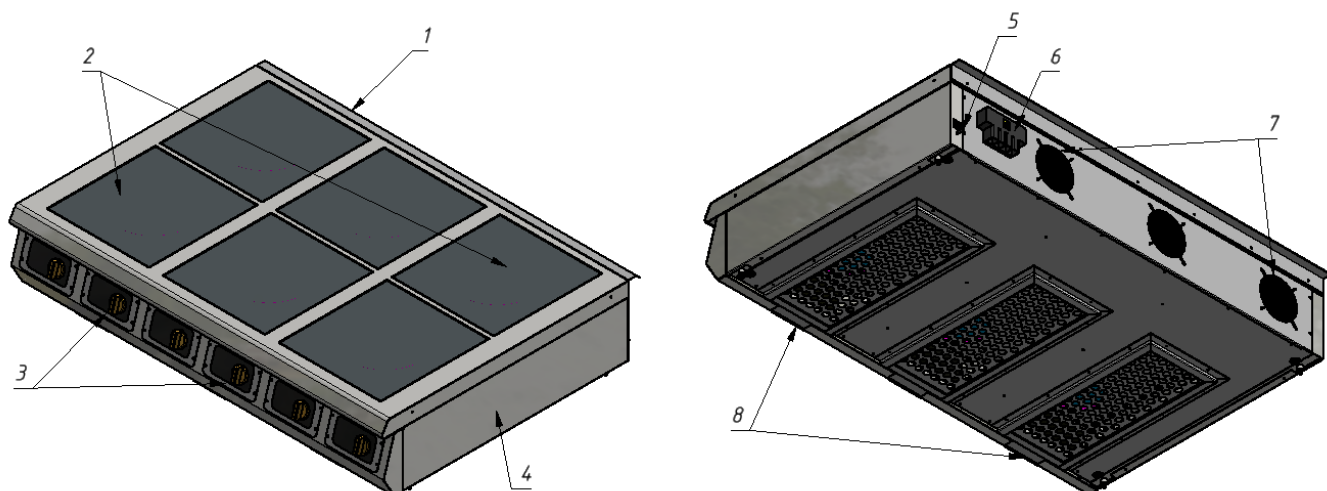

Рисунок 3 – Устройство плиты ФБИП/800
10.9. С помощью пылесоса удалите грязь из вентиляционных отверстий (рис. 3, поз. 7).
10.11. **ВНИМАНИЕ!** В нижней части плиты установлен съемный жироловитель системы вентиляции (рис. 3, поз. 8). **Эксплуатация плиты без данного фильтра ЗАПРЕЩЕНА!** Необходимо регулярно осуществлять чистку жироловителя через каждые 240 часов работы плиты. Чистить фильтр необходимо в посудомоечной машине или в горячей воде с использованием моющих средств, разлагающих жиры и масла. После мойки просушите фильтр и установите на место в нижней части плиты.